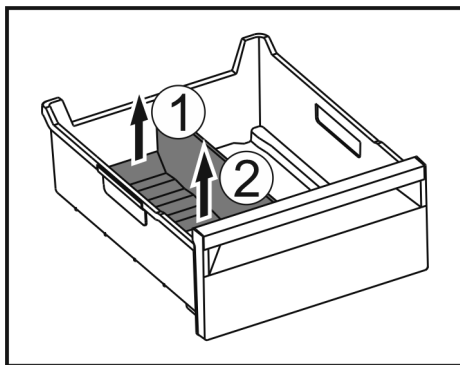

Fig. 99
- Ridicați partea posterioară a separatorului pentru compartimentul de gheață. Fig. 99 (1)
- Scoateți separatorul pentru compartimentul de gheață în sus. Fig. 99 (2)